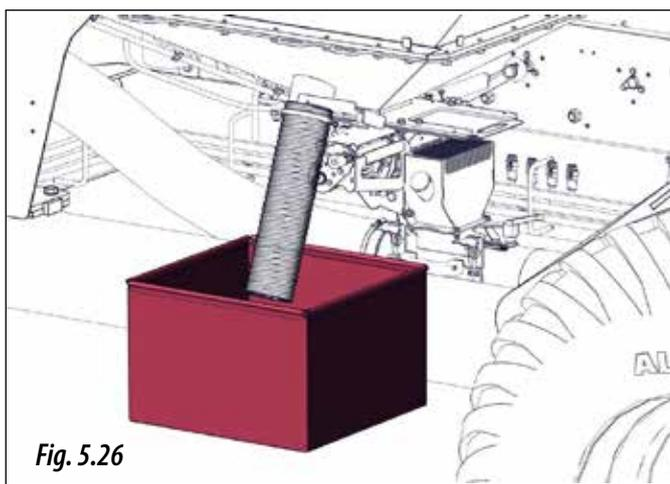

Fig. 5.26
- 1- Placer un sac ou un récipient sous les goulottes d'évacuation, puis orienter les tuyaux (en fonction du modèle) à l'endroit souhaité (figure 5.26).